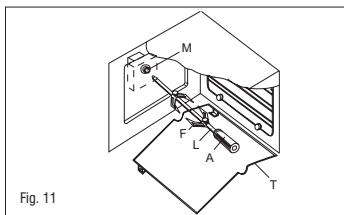

Fig. 11
50 ÷ max	Branchement de la résistance du grill total  (moteur tournebroche selon les modèles, voir Fig.11). Cette fonction sert pour les cuissons à la broche, pour griller et gratiner.
50 + 200	Résistance inférieure ventilée L'air, réchauffé par la résistance inférieure, est aspiré par le ventilateur et poussé sur les aliments à la température désirée entre 50 et 200°C. Cette fonction peut être utilisée pour stériliser les aliments. Gril total ventilée L'air, chauffé par la résistance du gril, est aspiré par le ventilateur et poussé sur les aliments à la température désirée entre 50 et 200°C. Le gril ventilé remplace remarquablement le tournebroche et il assure des résultats excellents avec volailles, saucisses, viandes rouges, même en quantité considérable. Branchement de la résistance du gril total (moteur tournebroche selon les modèles, voir Fig. 11) Cette fonction sert pour les cuissons à la broche, pour griller et gratiner.
- Introduire l'extrémité de la broche dans le moteur M placé dans la partie arrière du four (fig.11).